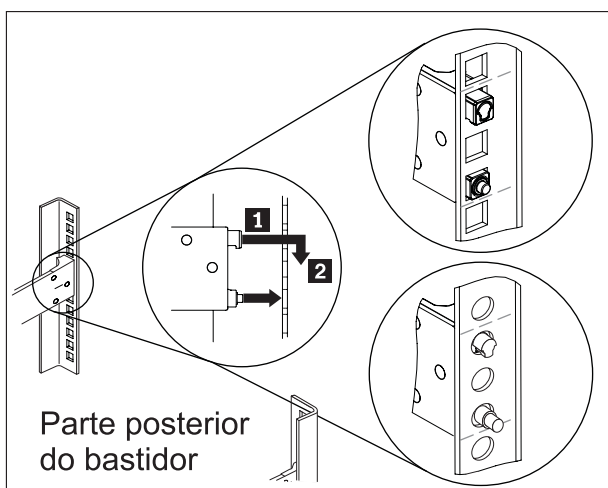

Figura 10. Instalar a parte posterior das calhas deslizantes
2. Instale a parte posterior das calhas deslizantes, conforme ilustrado na Figura 10: